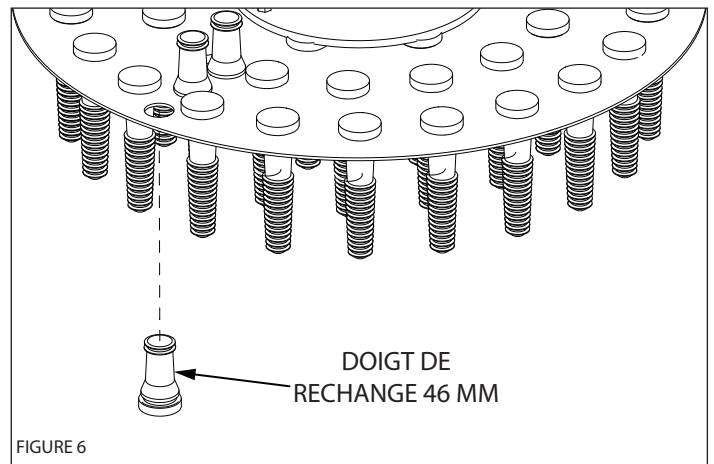

FIGURE 6
8. Insérez 46 mm plumeuse doigt dans l'ouverture sur le dessous de plaque de plumes. (**VOIR FIGURE 6**)